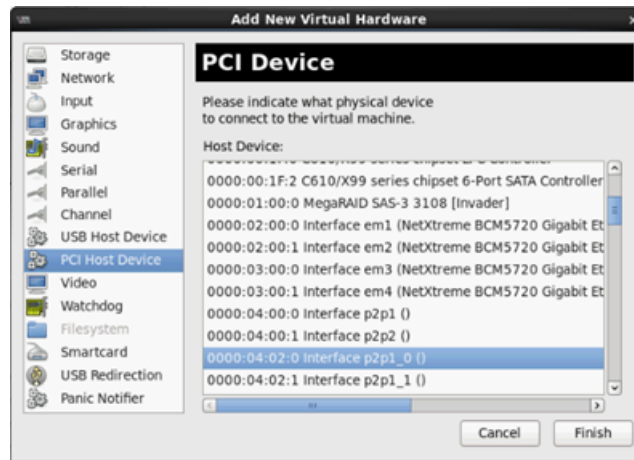

Figura 8-14. Add New Virtual Hardware (Agregar nuevo hardware virtual)
- b. En el panel izquierdo del cuadro de diálogo Add New Virtual Hardware (Agregar nuevo hardware virtual) (Figura 8-14), haga clic en **PCI Host Device** (Dispositivo host PCI).